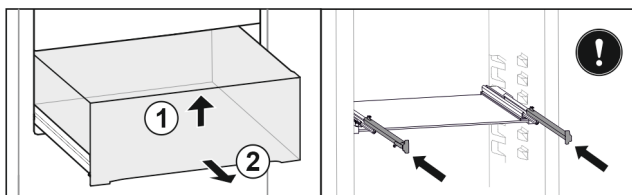

Fig. 27 *
- ▶ Zásuvku nadzvedněte vpředu Fig. 27 (1).*
- ▶ Odeberte směrem dopředu Fig. 27 (2).*